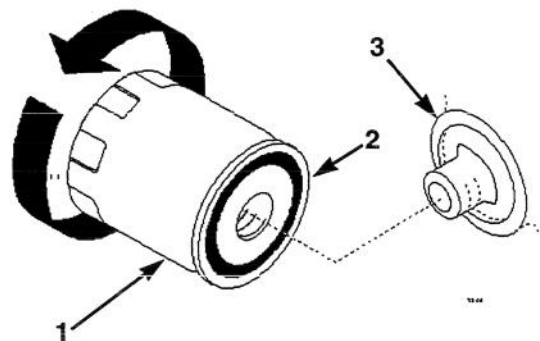

Figure 20
2. Déposer le filtre usagé et essuyer la surface du joint de l'adaptateur (Fig. 20).
3. Appliquer une fine couche d'huile neuve sur le joint en caoutchouc du filtre de rechange (Fig. 20).
4. Poser le filtre de rechange sur l'adaptateur. Tourner le filtre dans le sens des aiguilles d'une montre jusqu'à ce que le joint en caoutchouc touche l'adaptateur, puis visser encore le filtre d'1/2 tour (Fig. 20).